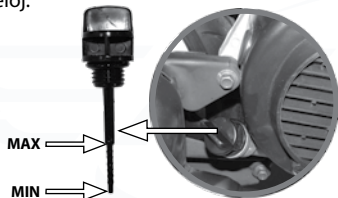

Imagen 2. Ubicación del tapón-bayoneta del cárter.
2. Localizar el tapón-bayoneta del cárter en la parte inferior derecha de la italika *Vitalia 125*. Ver imagen 2.
6. Localizar las marcas del nivel máximo y mínimo de aceite. Ver imagen 2.
9. Verificar el nivel de aceite, la marca debe estar en la marca de máximo. Ver imagen 2.